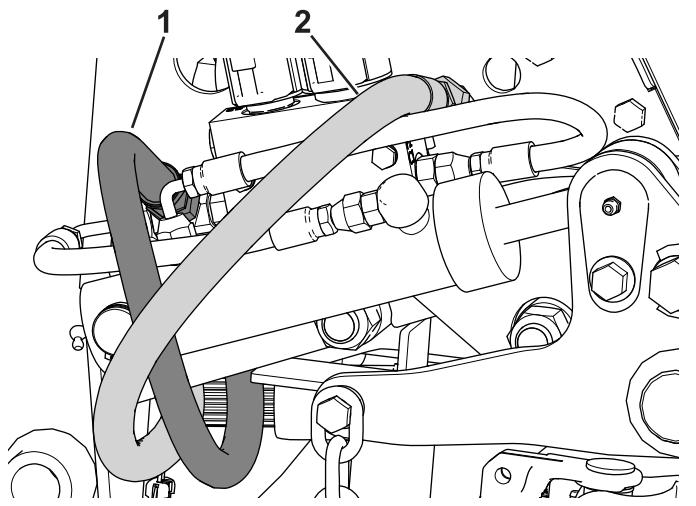

**Bild 54**
2. Stützen Sie das Heck der Maschine mit zwei Achsständern unter dem Rahmen ab (Bild 54).